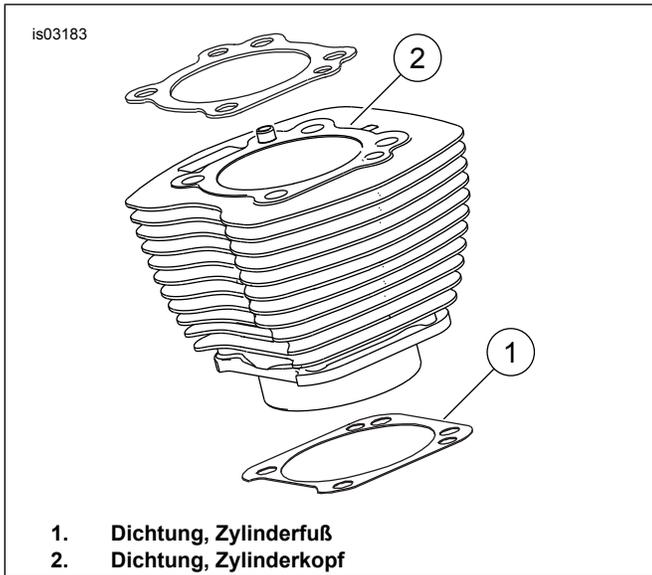

Abbildung 1. Zylinderdichtungen
Siehe *Abbildung 1. Die 103,12 mm (4,060 in) Zylinderfußdichtung (1) und die Zylinderkopfdichtung (2) eliminieren den Bedarf an O-Ringen. Keine O-Ringe an Zylinderausrichtstiften oder Zylinderaufnahmen benutzen.*